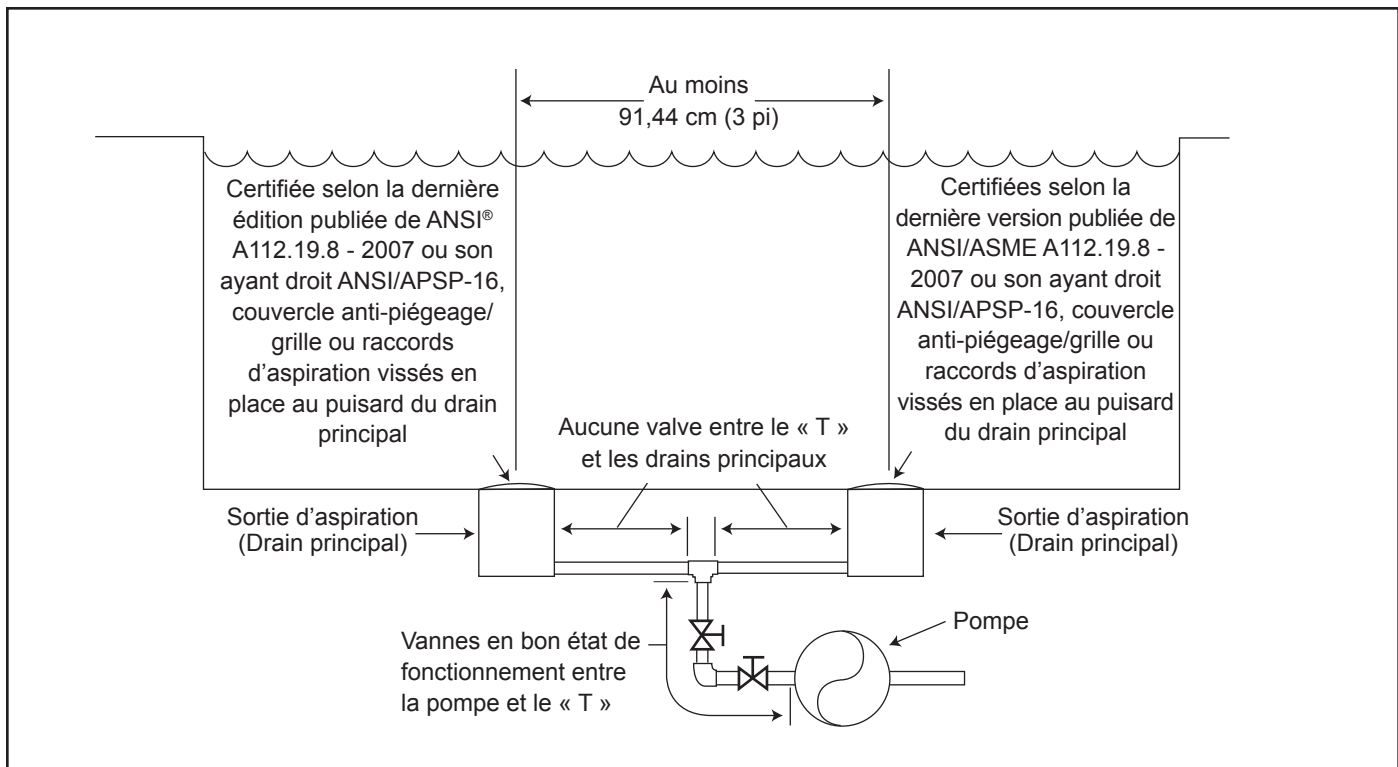

Figure 1. Nombre de sorties d'aspiration par pompe
**Nombre de sorties d'aspiration par pompe** – Fournir aux moins deux (2) drains principaux hydrauliquement équilibrés avec les couvercles, en tant que sorties d'aspiration pour chaque conduite d'aspiration de pompe. Les centres des drains principaux (sortie d'aspiration) sur n'importe quelle conduite d'aspiration doivent être situés à au moins 90 cm (3 pi) de distance, centre à centre. Voir la Figure 1.
Le système **doit** être construit pour inclure au moins deux (2) sorties d'aspiration (drains) raccordées à la pompe lorsqu'elle fonctionne. Cependant, si deux (2) drains principaux deviennent une seule conduite d'aspiration, celle-ci peut être dotée d'une valve qui verrouille les deux drains principaux de la pompe. Le système sera construit de manière à ne pas permettre un verrouillage séparé ou indépendant ni l'isolation de chaque drain. Voir la Figure 1. D'autres pompes peuvent être raccordées à une seule conduite d'aspiration tant que les exigences ci-dessus sont respectées.